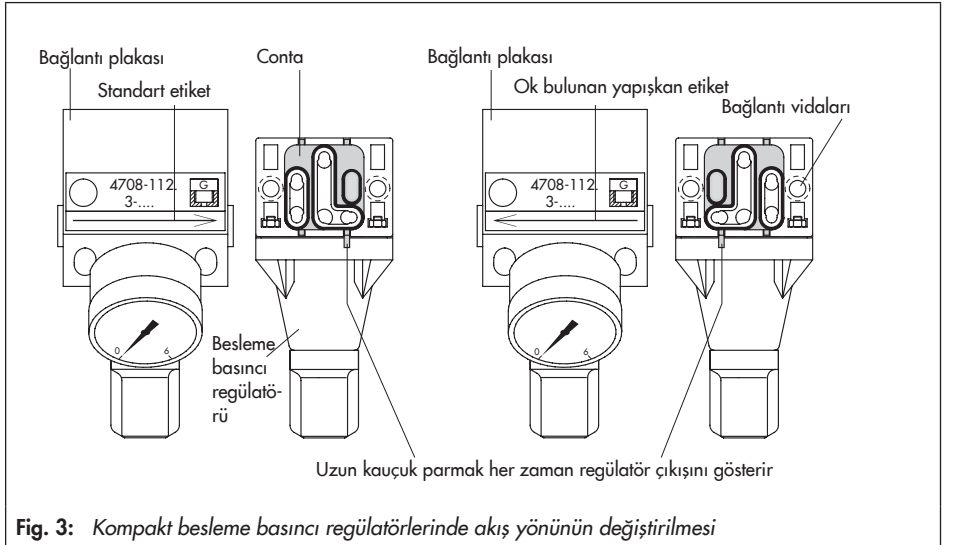

Fig. 3: Kompakt besleme basıncı regülatörlerinde akış yönünün değiştirilmesi
2. Yönlendirme contasını çıkarın, 180 derece çevirin ve yeniden konumlandırın (Fig. 3).